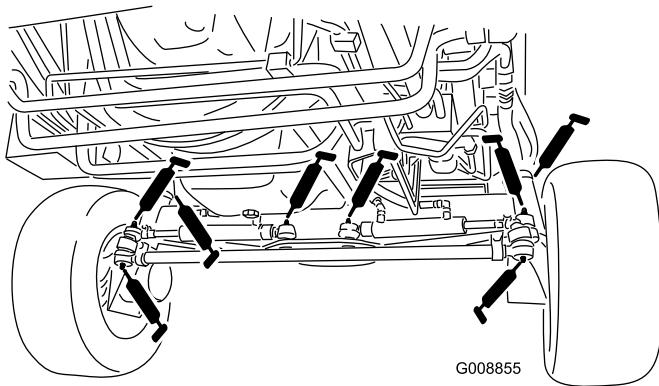

Figure 47
- Rotules de vérin de direction (4) (Figure 47)
- Rotules de biellettes (2) (Figure 47)
- Bagues de pivots de fusées (2) (Figure 47)